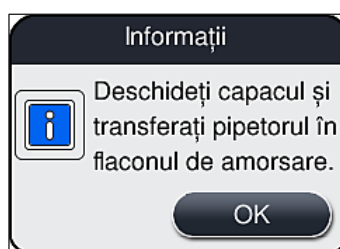

Fig. 96
3. Respectați următoarele mesaje de informație (→ Fig. 96).
5. Introduceți unitatea ac (→ Fig. 97-1) în flaconul de amorsare (→ Fig. 97-3) și confirmați mesajul de informare (→ Fig. 96) cu **OK**.
4. Respectați ambele mesaje de informare (→ Fig. 95), (→ Fig. 96) și (→ Fig. 100) și confirmați-le pe fiecare prin **OK**.